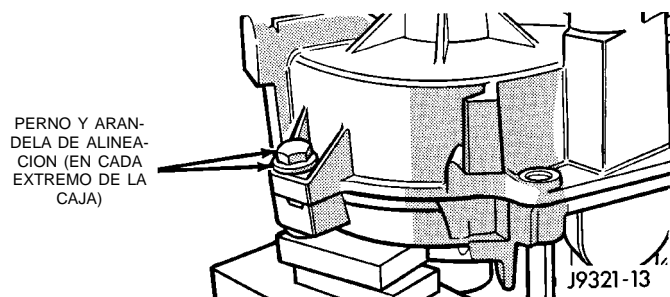

Fig. 24 Localización de pernos de alineación de la caja trasera
(1) Apoye la caja de cambios de modo que la caja trasera mire hacia arriba.
(2) Retire los pernos que sujetan la caja delantera con la caja trasera. El perno de alineación de la caja requiere de arandelas planas (Fig. 24).